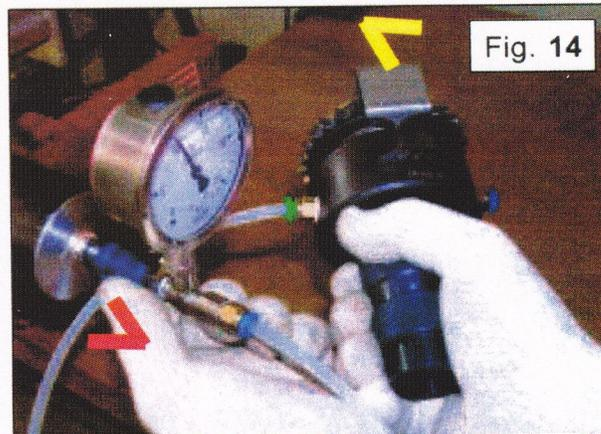

Fig. 14
**Progressiv** das Sperrventil öffnen um mithilfe des Luftdrucks den **Rotationsmechanismus des Phasenverstellers** zu aktivieren bei einem Druck von ca. **12 bar** (dann einen Druck von ca. **10 bar** halten), wie in Fig. 14 gezeigt, dann das Sperrventil wieder **schliessen**.